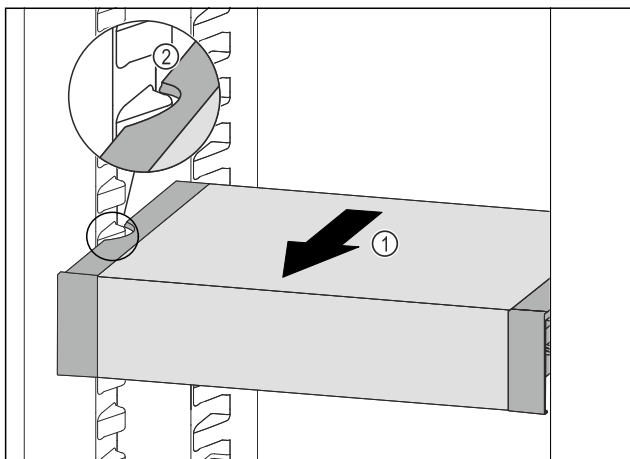

Fig. 72
- ▶ Træk VarioSafe fremefter Fig. 72 (1), indtil udsparingerne i siden på VarioSafe er på niveau med beholderribben i kølesektionen. Fig. 72 (2)